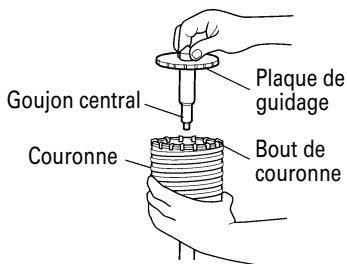

Fig. 13
(3) Introduire le goujon central dans la plaque de guidage jusqu'à ce qu'il arrête.
(4) Engager la plaque de guidage dans la couronne et tourner la plaque de guidage à gauche ou à droite de manière à ce qu'elle ne puisse pas tomber, même si elle est orientée vers le bas. (Fig. 13)